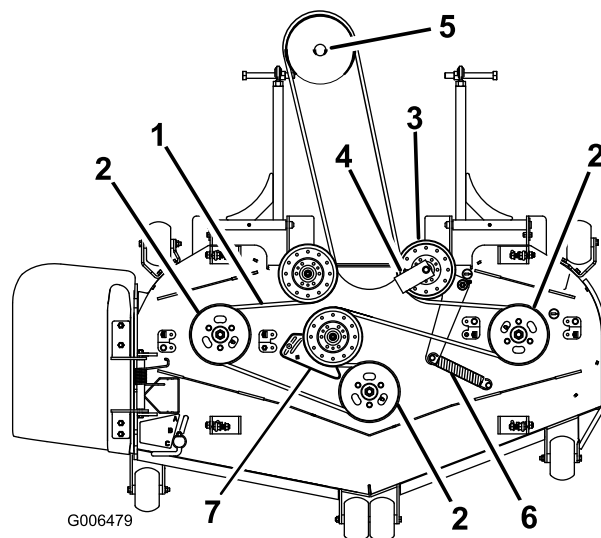

Figura 83
7. Togliete il guidacinghia sulla puleggia tendicinghia a molla mostrata nella Figura 83.
9. Montate la nuova cinghia attorno alle pulegge del tosaerba ed alla puleggia degli ingranaggi, sotto il motore (Figura 83).
10. Installate il guidacinghia sul tenditore a molla a 45° come mostrato nella Figura 83. Serrate il bullone a un valore compreso tra 37 e 45 N·m.
11. Montate la molla di rinvio sui 2 poli (Figura 83).